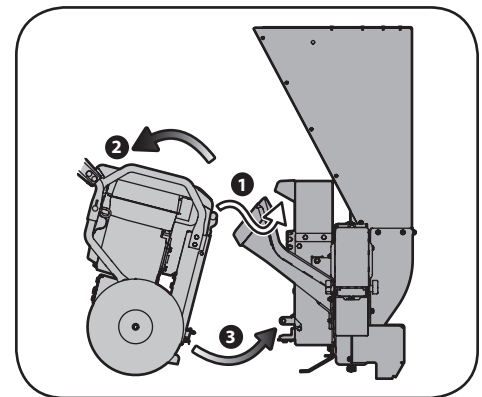

Figura 4-3
2. Haga rodar la base de potencia FLEX™ hacia adelante y vuélvela hacia arriba, enganchando la parte superior de la cortadora trituradora accesoria con el montaje de la manija que viene con la base de potencia FLEX™ (1 de Figura 4-3).
3. Vuelque la base de potencia FLEX™ hacia atrás para enganchar los dos puntos de conexión inferiores (2 y 3 de Figura 4-3).